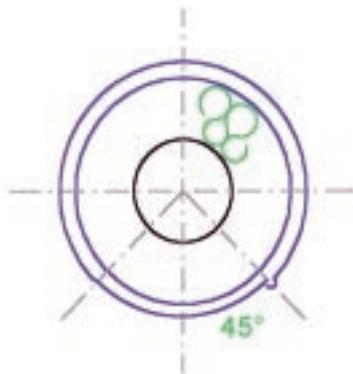

Bild 22
- Bei Rohrleitungen muß die Längssicke ca. 45° von unten von der senkrechten Achse entfernt sein; die Überlappung hat so zu erfolgen, daß abrinnen des Regenwasser nicht in die Verblechung eindringen kann (Bild 22).